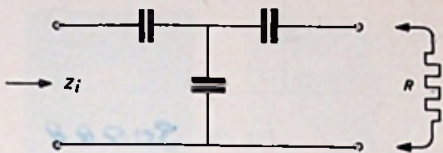

Fig. 59 30892
**F. T-cel opgebouwd uit capaciteiten belast met een ohmse weerstand (fig. 59)**